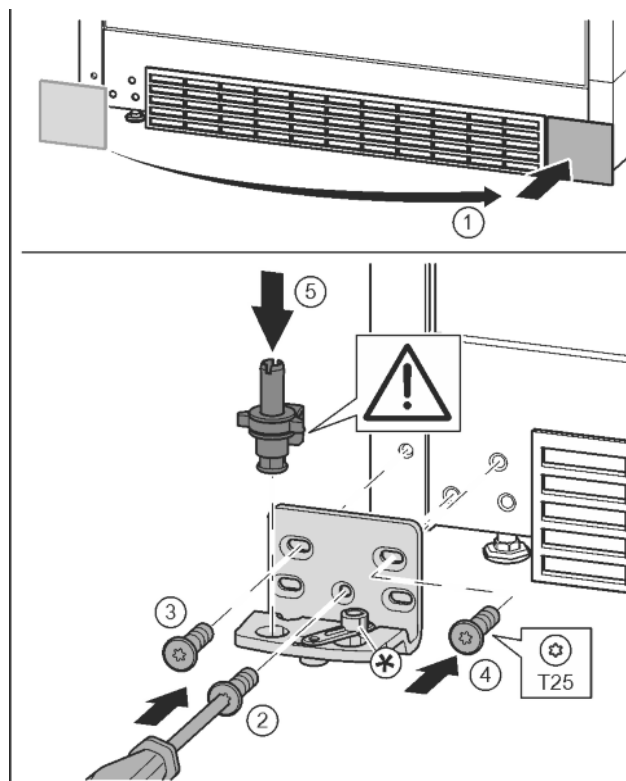

Fig. 17
- ▶ Sejměte kryt a připevněte jej na druhé straně. *Fig. 17 (1)*
- ▶ Nasadte stojan ložiska na druhé straně a přišroubujte pomocí šroubováku T25. Začněte šroubem 2 dole uprostřed. *Fig. 17 (2)*
- ▶ Pevně utáhněte šroub 3 a 4. *Fig. 17 (3, 4)*
- ▶ Zcela vložte ložiskový čep. Přitom dávejte pozor, aby zajišťovací vačka směřovala dozadu. *Fig. 17 (5)*